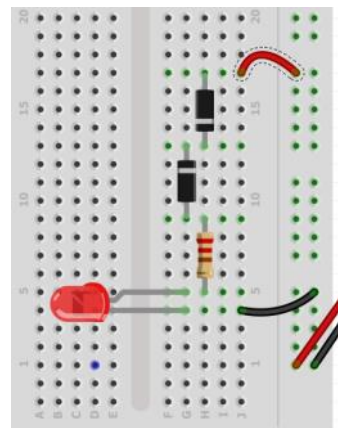

Abb. 3: Schaltung mit zwei Dioden. Markierungen innen.
2. Kombinieren Sie zwei Dioden. (Abb. 3) Es gibt vier Möglichkeiten, die beiden Dioden hintereinander zu schalten. In welchen Fällen brennt die LED?